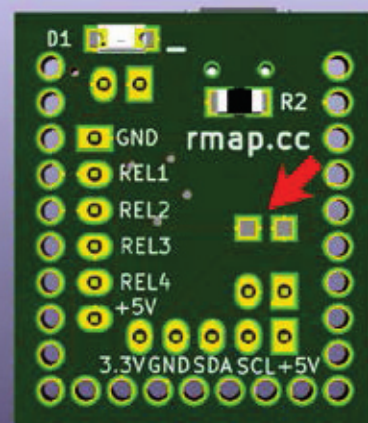

Fig. 1 - Le piazzole SET sono dal lato saldature della board STIMA-I2C.
- ponticellate sulla board Stima-I2C le piazzole "SET" (Fig. 1).